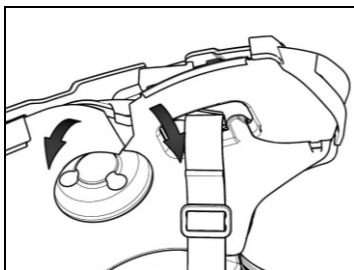

Fig. 11
- Remover o revestimento de plástico da almofada (Fig. 11).